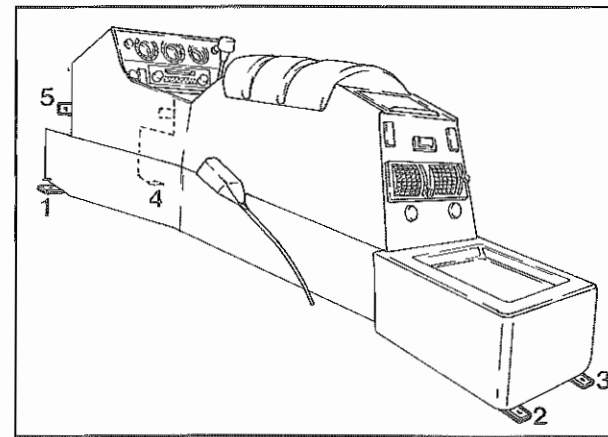

Fig. 12 - Viti di fissaggio
- Allentare le viti di fissaggio (5) (Fig. 12).
- Loosen fixing screws (5) (Fig. 12).